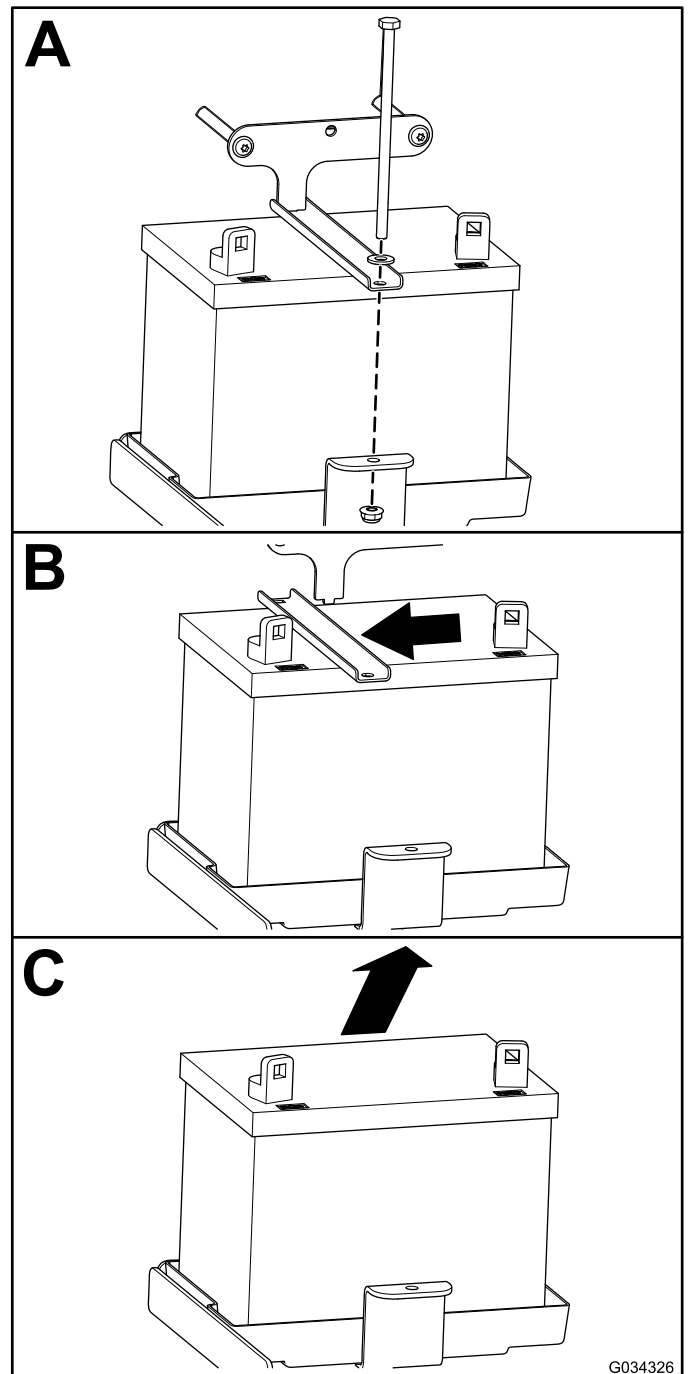

Figure 48
2. Retirez la batterie, comme montré à la Figure 48.